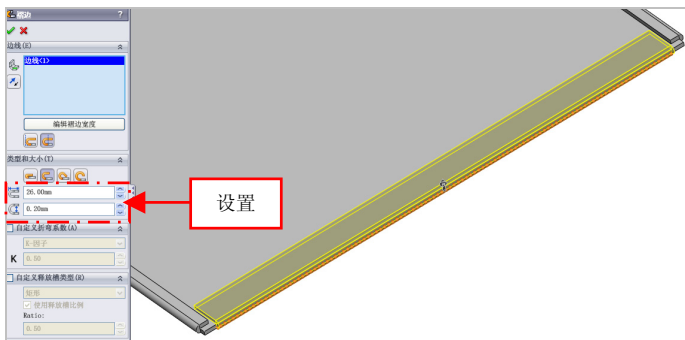

图 13-62 设置参数值
(15) 在菜单栏中单击【插入】|【钣金】|【褶边】命令, 弹出【褶边】属性管理器, 选择合适的侧边对象, 单击【反向】按钮, 设置【长度】为 26、【缝隙距离】为 0.2, 如图 13-62 所示。